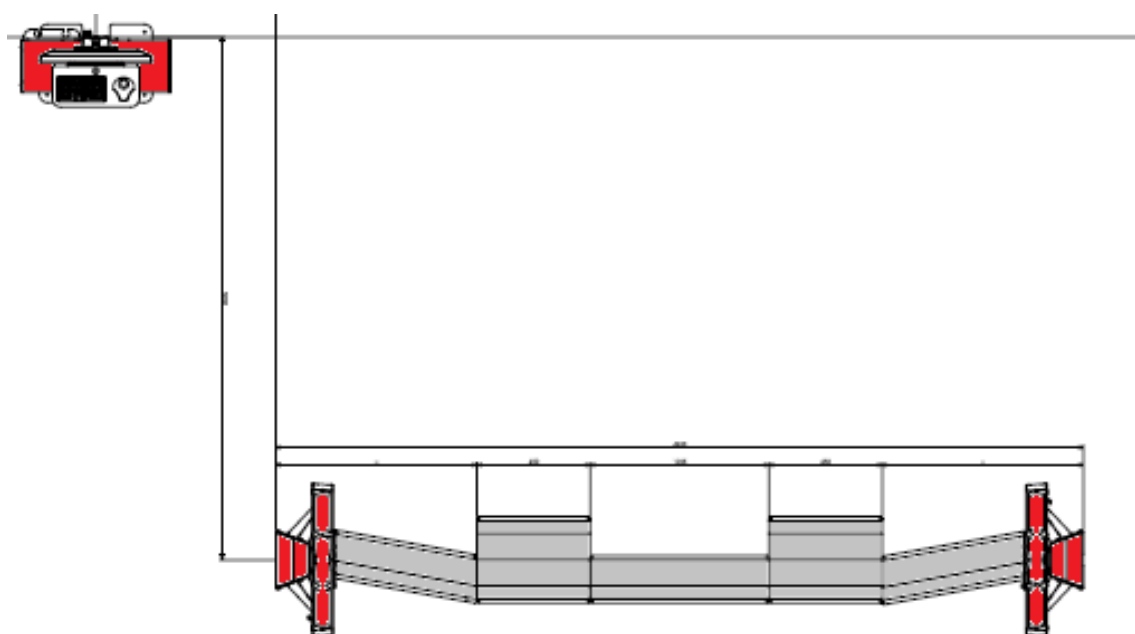

Figura 102 – Configurazione di base
- Collocare le varie unità di misura, l'unità centrale, le pedane metalliche e le canaline copricavo seguendo le indicazioni e misure riportate dal layout di figura 102.
La figura 102 riporta il layout e conseguente area nominale di installazione di un sistema completo. Conseguentemente lo spazio di lavoro entro cui si va a collocare un sistema completo di pre-check per la misura degli assetti corrisponde a **L x W x H = 6,50 x 3,50 x 2,50 m3**.